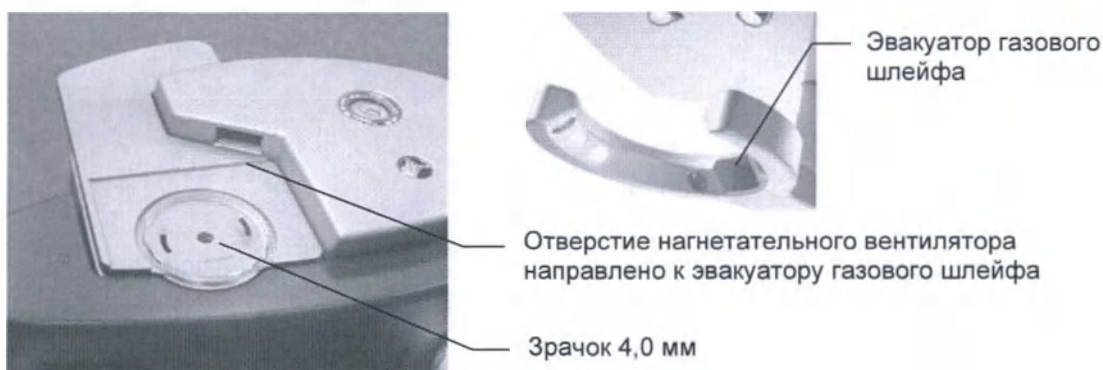

Рисунок 96: Тестовый адаптер с держателем тест объекта и пластина для контроля глубины абляции
16. Не изменяйте фокус. Центрируйте 4-миллиметровый зрачок (смотрите рисунок 96 на странице 123), перемещая операционную платформу.